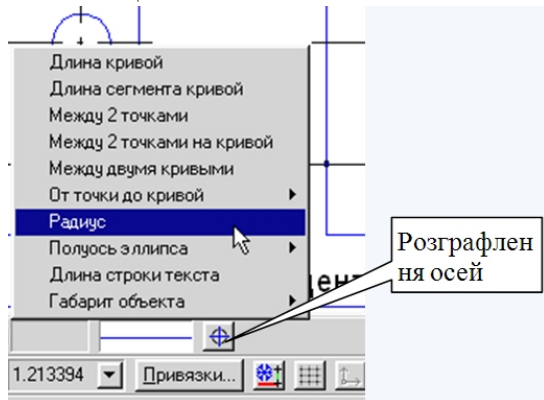

Рис. 49.
7. Побудуйте шість кіл, центри яких розташовані в побудованих точках перетину допоміжних прямих. За допомогою *Геометричного калькулятора* побудуйте одне коло на пластині, взявши розмір радіуса кола із зразка. Для цього активізуйте команду *Введення кола* на сторінці *Геометричні побудови*, рис. 47. Увімкніть кнопку *Розграфлення осей* в рядку параметрів, рис. 48. Клацніть правою кнопкою миші на поле *Радіус кола* в рядку параметрів, рис. 48. На екрані з'явиться меню *Геометричного калькулятора*, рис. 49.